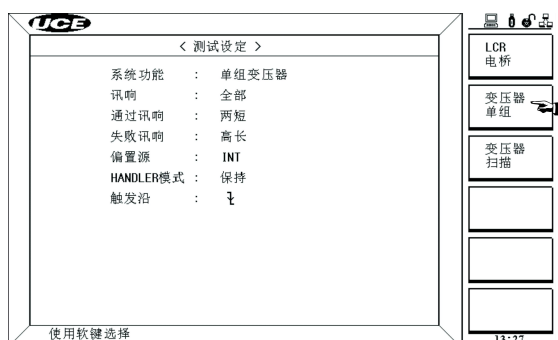

图 5-2 变压器测试设定页面
2. 选择**测试设置**，进入到<**测试设定**>页面，如图 5-2 所示。
3. 光标移到**系统功能**（图 5-2 所示），选择**变压器扫描**。